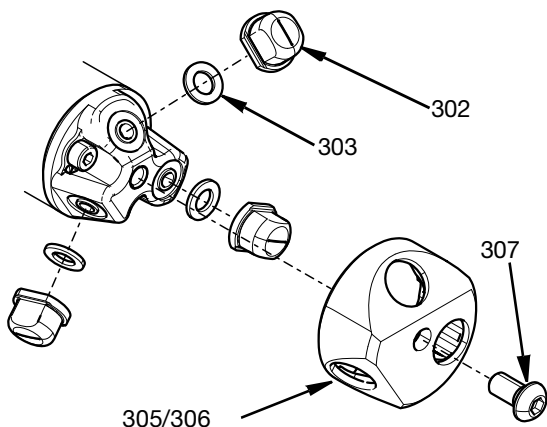

FIG. 9
- a. Remover a tampa do bico (305/306) com os bicos acoplados (302), removendo o parafuso M6 (307).
- b. A embalagem do bico (303) pode então ser removida. Consulte a FIG. 9.